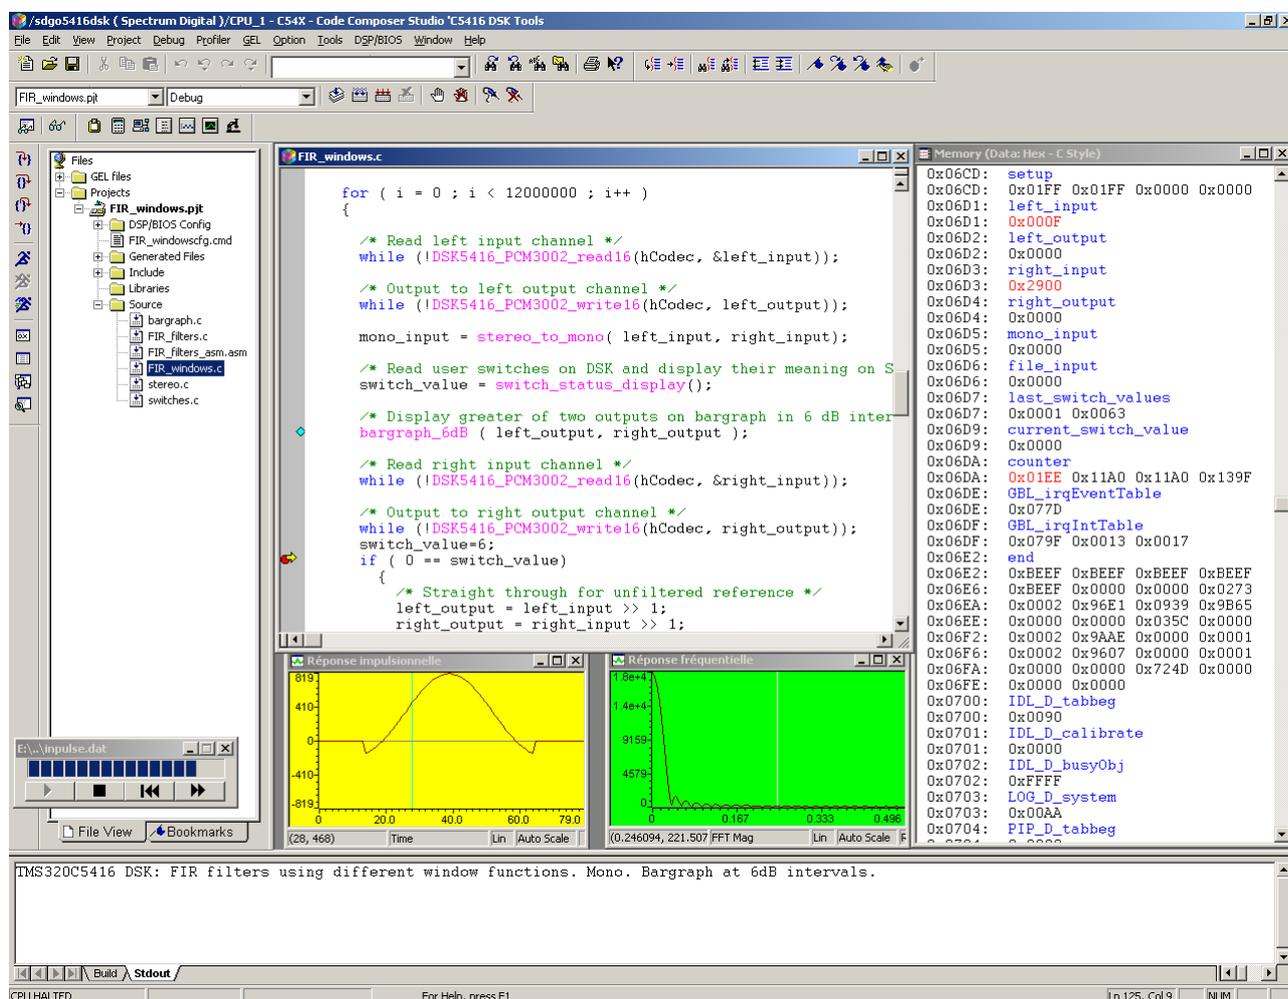

Figure 6 : Réponse impulsionnelle et fréquentielle d'un FIR synthétisé par une méthode de fenêtre.
- *Run, Run, Run ... Run* et on obtient quelque chose comme la Figure 6. On rembobine, et encore un coup pour le plaisir !